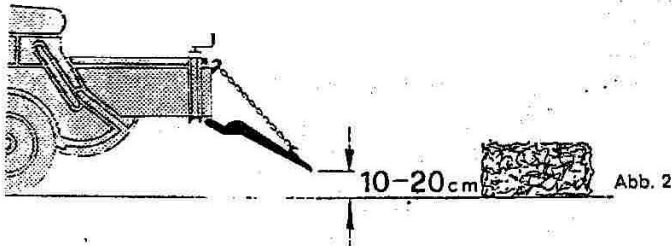

Abb. 2
1.2 Wie in der Abb. 2 dargestellt, sollte die Ablagerutsche an der Hochdruckpresse nach unten geneigt werden.